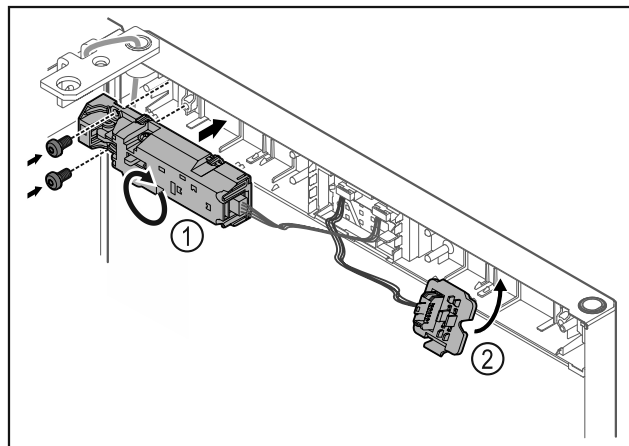

Fig. 24
- ▶ Keerake kauglukku Fig. 24 (1) 180° ja kinnitage vastasküljele.
- ▶ Haakige pistikuheidik Fig. 24 (2) vastasküljel kinni.